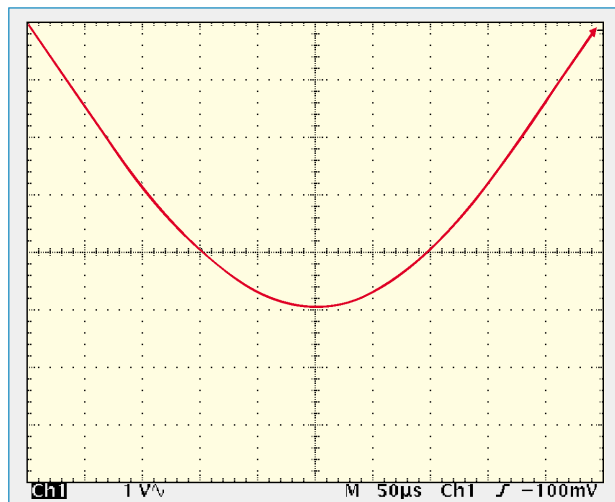

Bild 6: Abgleich des Klirrfaktors
rechten oberen Bildschirmecke befindet (Abbildung 6)
- Mit X-Position und Triggern den Nulldurchgang exakt in die linke obere Bildschirmecke fahren (Abbildung 6)